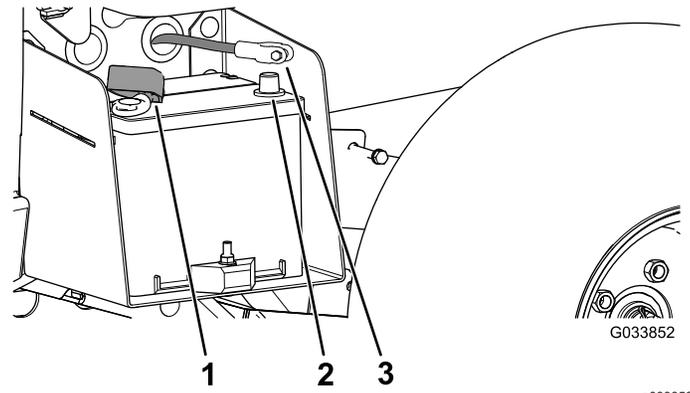

图 5
3. 将正极电池接线红色安装到正极+电池端子并用螺栓和螺母固定接线图 5。